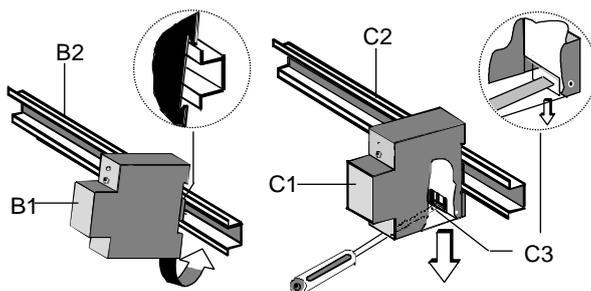

Bild 2: Montage und Demontage
| 5.2. | Montage (Bild 2) | 7 |
| 5.3. | Demontage (Bild 2) | 7 |
5.2. Montage (Bild 2)
Schnappen Sie das Kommunikationsmodul (Bild 2, B1) direkt links neben dem Elektroenergiezähler auf die Hutschiene auf (Bild 2, B2). Verbinden Sie die Busleitung mit der schwarz-roten Busklemme (Bild 1, A).
5.3. Demontage (Bild 2)
Entfernen Sie die schwarz-rote Busklemme (Bild 1, A) aus der Buchse. Lösen Sie den Schnapper (Bild 2, C3) und heben das Gerät (Bild 2, C1) von der Hutschiene (Bild 2, C2).